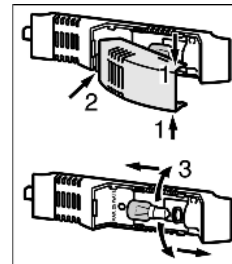

Fig. 17
- Возьмитесь за крышку лампы сверху и снизу *Fig. 17 (1)*.
- Выведите крышку лампы сзади из зацепления и снимите *Fig. 17 (2)*.
- Замените лампу *Fig. 17 (3)*.